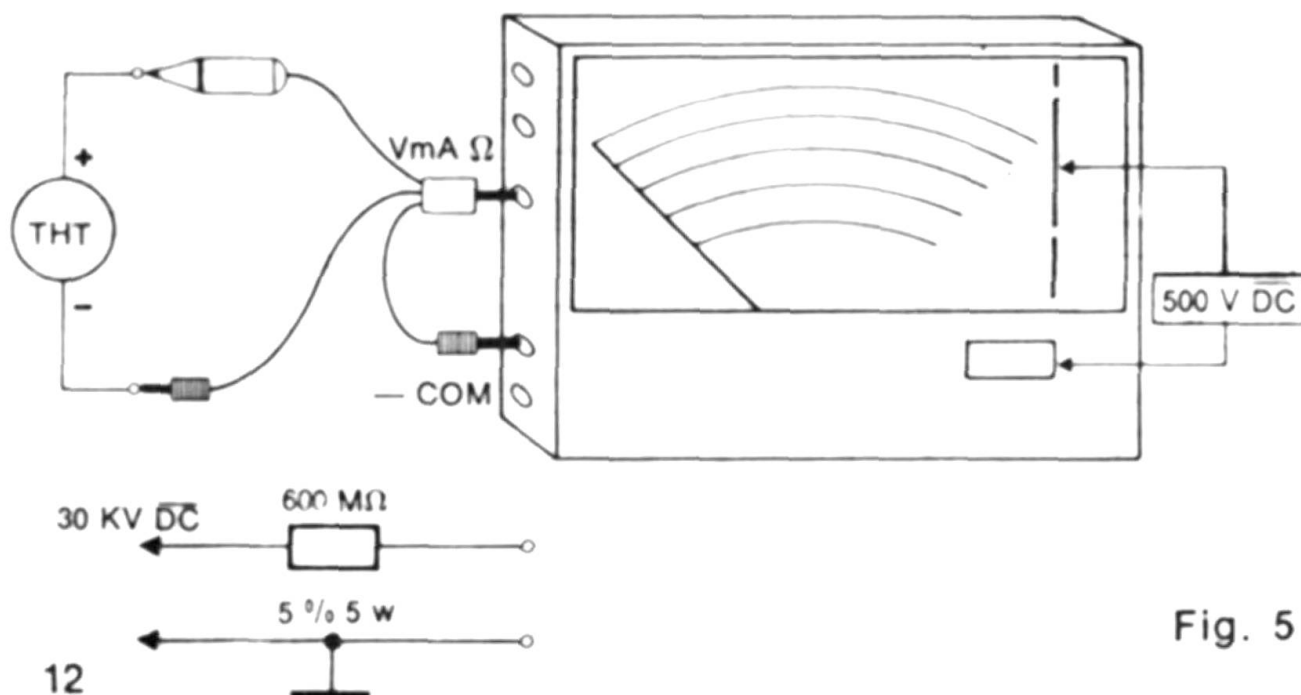

Fig. 5
- Effectuer le branchement indiqué figure 5.
Brancher la sonde entre —COM et VmA Ω (ou 500 et 1 600 V DC). Même utilisation des câbles et cordons que celle donnée en fig 5